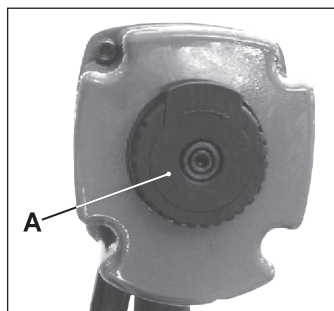

Рисунок 4
5. Отрегулируйте отвод отработанного воздуха при помощи дефлектора А (рис. 4). Регулируемый дефлектор может быть повернут рукой в любом желаемом направлении без применения инструментов. Отработанный воздух должен быть направлен в сторону от оператора.